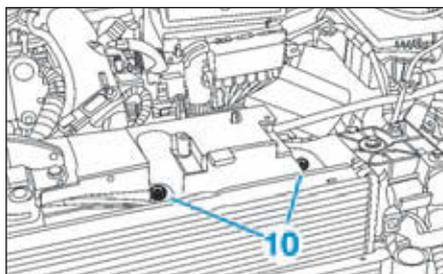

FIG.81
- Déposer les vis de fixation de la goulotte du faisceau moteur (10) (Fig.81).